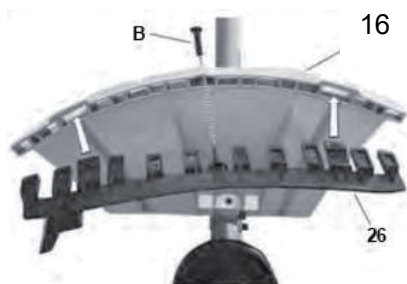

Fig.3-3
1. Lors de l'utilisation de la bobine de fil, le protecteur additionnel, comportant une lame de coupe du fil, doit toujours être assemblé. (Fig.3-3, Fig.3-4)
- Fixez le protecteur additionnel (26) avec la vis (B). (Fig.3-3)